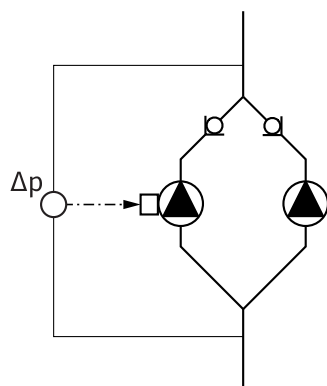

Fig. 13: Exemplu, racord traductor de presiune diferențială
- În exemplul din Fig. 13 pompa principală este pompa din stânga, în direcția de curgere. Racordați la această pompă traductorul de presiune diferențială.
Punctele de măsurare pentru traductorul de presiune diferențială de la pompa principală trebuie să se afle pe respectiva conductă colectoare pe partea de aspirație și de refulare a instalației cu pompe cu două rotoare (Fig. 13).